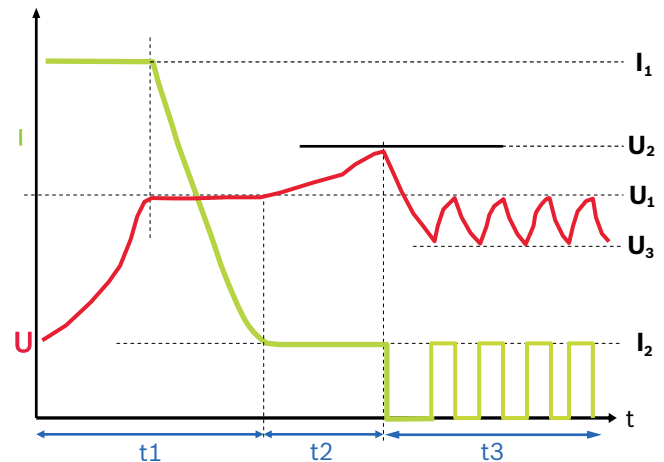

Рис. 3: Графическая характеристика зарядки
1. Ход зарядки (см. графическую характеристику зарядки, рис. 3)